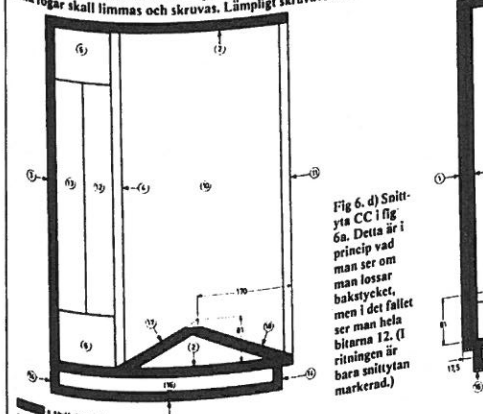

Fig 6. b) Snitt AA i ritningen fig 6a. Ge akt på att sockeln måste flyttas fram så långt det är möjligt om man bygger 12"-versionen. Se även fig 7.
Fig 6. a) Lådan sedd uppifrån. De ytor som är markerade med färg gör kontakt med socker. (2). Observera att det är mycket viktigt att den slutna lådan i mitten blir helt tät. Alla fogar skall limmas och skruvas. Lämpligt skruvavstånd 10-15 cm.
Fig 6. c) Snitt BB i ritningen fig 6a. Detta är i princip vad man ser om man lossar bakstycket, men i det fallet ser man hela bitarna 12. (I ritningen är bara snittytan markerad.)
Fig 6. d) Snitt CC i ritningen fig 6a. Detta är i princip vad man ser om man lossar bakstycket, men i det fallet ser man hela bitarna 12. (I ritningen är bara snittytan markerad.)
Fig 6. Locket är här på plats och lådan har spacklats, slipats och målats. Detta gjordes fabriksmässigt hos *Bällsta Träindustri* och resultatet blev därför professionellt, i klass med fabriksstilverkade, målade möbler. Framstycket målades givetvis på samma gång. För bästa hållbarhet målades sockeln svart. Märk att vi monterat sockeln så långt fram som möjligt, i kant med frontpanelen, detta för att högtalarelementet skulle kunna monteras i lådan. Se fö nästa bild.